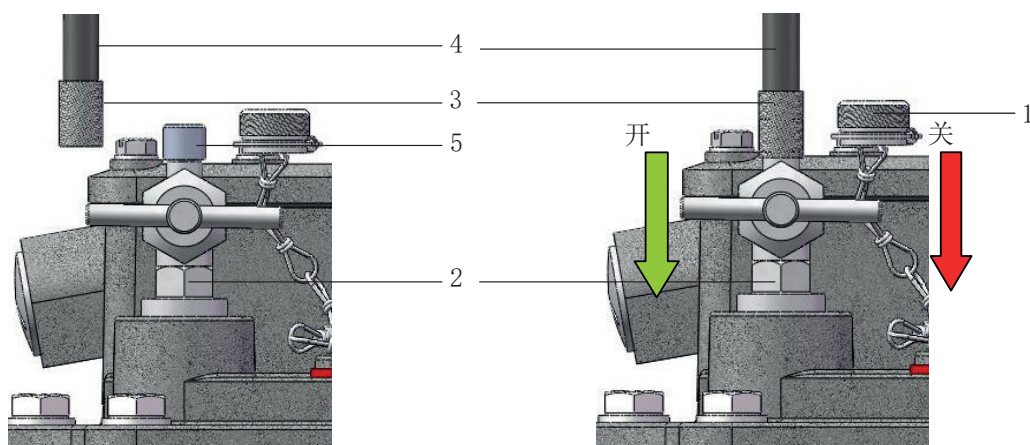

图 14 -采用检测充气筒进行功能检验
- 从测试阀(图 14/ 2 号)上拧下小闷盖螺母(图 14/ 1 号)
- 检测充气筒连接胶管(图 14/ 4 号)上带有止回阀(图 14/ 3 号)的转接头与阀帽口(图 14/ 5 号)连接拧紧